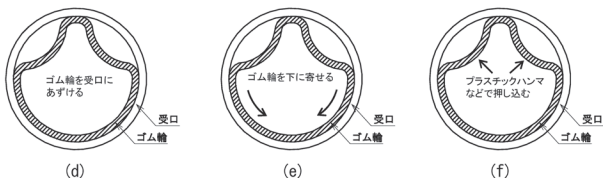

図12 ゴム輪のセット
- (2) ゴム輪を清掃し、ヒール部を手前にして図12(a)に示す形にして受口内面におさめる。その後、ヒール部と受口の間隙間ができないよう図12(b)に示すようにゴム輪を上部に寄せる。その後、凹みを手やプラスチックハンマなどで押しながら受口内面の所定の位置に装着する(図12(c))。
ゴム輪がセットしにくい場合は、図12(d)に示すように、凹みを2ヶ所作り、受口内面におさめる。その後、ヒール部と受口の間隙間ができないよう図12(e)に示すようにゴム輪を下部に寄せ、凹みを手やプラスチックハンマなどで押しながら受口内面の所定の位置に装着する(図12(f))。